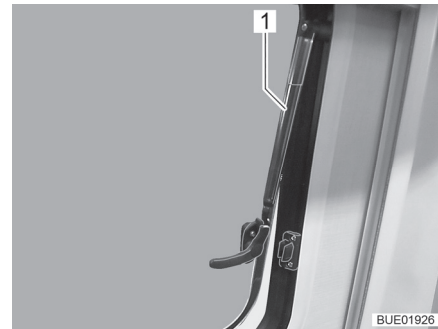

Fig. 11 Ventana abatible con soportes automáticos, abierta
- Abrir la ventana abatible hasta la posición deseada. Dejar que la ventana abatible engatille automáticamente con el soporte automático (Fig. 11,1).